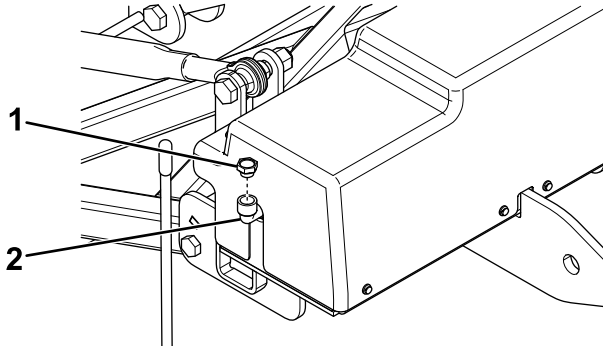

Figure 28
2. Nettoyez la surface autour du bouchon de remplissage (Figure 28).
3. Retirez le bouchon de remplissage du réservoir hydraulique (Figure 28).
4. Versez lentement du liquide hydraulique BOSS haute performance dans le réservoir jusqu'à ce que le niveau atteigne le bas du coude de remplissage (Figure 28).